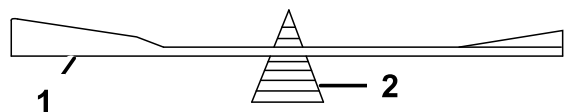

Bild 66
2. Prüfen Sie die Auswuchtung des Schnittmessers auf einer Ausgleichsmaschine (Bild 66).